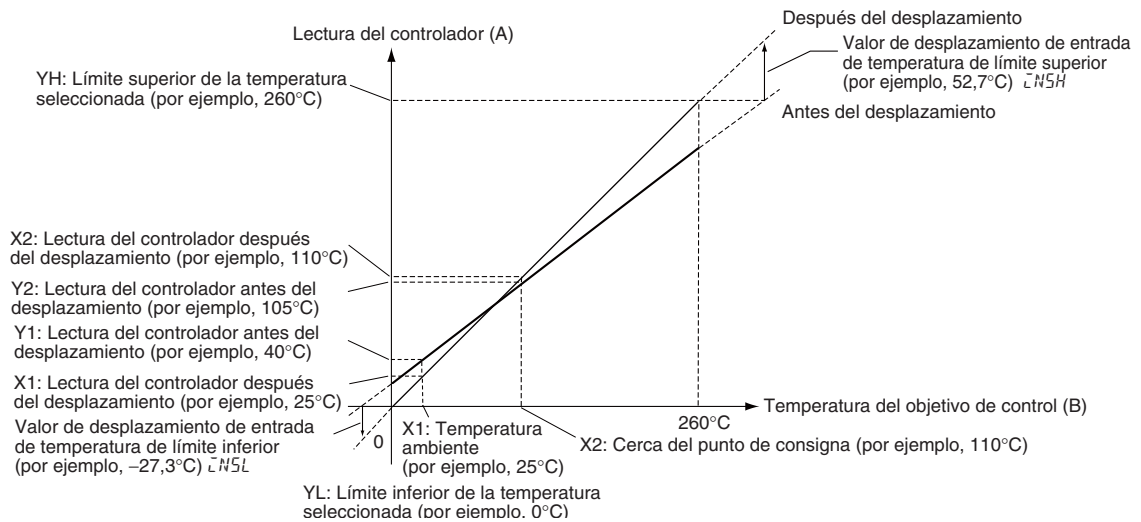

Figura 3 Ilustración de desplazamiento de 2 puntos
1. Desplace la lectura del controlador en 2 puntos, cerca de la temperatura ambiente y cerca de la temperatura objetivo de control. Por esta razón, compruebe la temperatura del termómetro (B) y la lectura del controlador (A) con la temperatura del termómetro cerca de la temperatura ambiente y del punto de consigna.
- Configure el desplazamiento de entrada de temperatura de límite superior y el desplazamiento de entrada de temperatura de límite inferior mediante las siguientes fórmulas según las temperaturas antes del desplazamiento (Y1 e Y2), las temperaturas después del desplazamiento (X1 y X2), el límite superior de la temperatura seleccionada (YH) y el límite inferior de la temperatura seleccionada (YL). El desplazamiento se muestra en *Figura 3*.